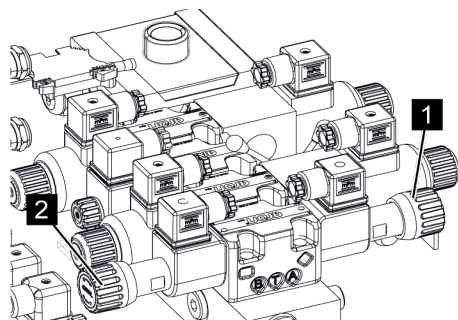

Fig. 93: Activer la fonction
6. → Pour la **commande des appuis**, tourner la vanne (Voir la Fig. 93/1) à fond dans le sens des aiguilles d'une montre.
Pour la **commande de la plateforme**, tourner la vanne (Voir la Fig. 93/2) à fond dans le sens des aiguilles d'une montre.
Ne tourner toujours qu'une seule vanne (Voir la Fig. 93/1 ou 2). L'autre doit toujours être dévissée.